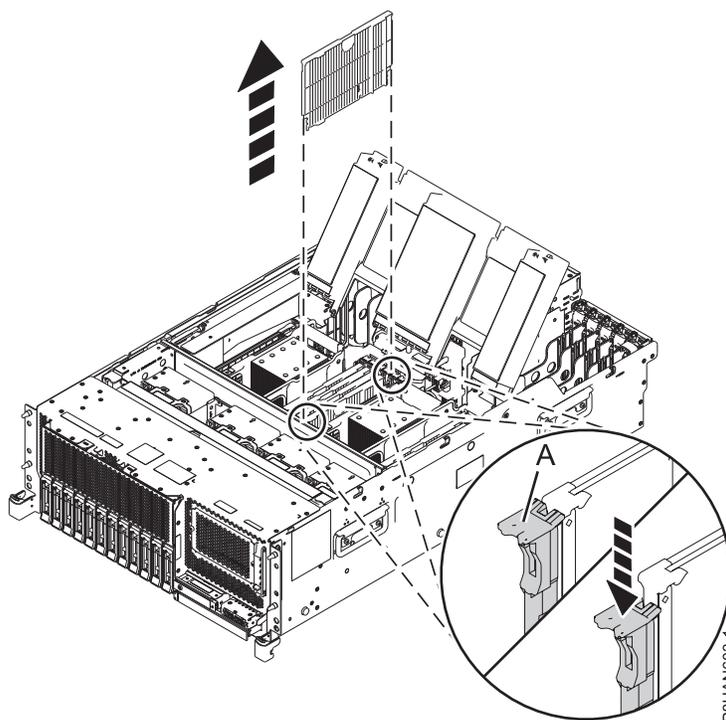

Figura 2. Extracción de una placa de relleno de módulo de memoria en la ranura de módulo de memoria de un sistema 8247-42L, 8286-41A o 8286-42A
- a. Para liberar el módulo de memoria de su conector en la ranura, presione las pestañas de bloqueo (A) en la dirección que se muestra en Figura 2. La acción de palanca de las pestañas hace que el panel de relleno del módulo de memoria salga del conector.